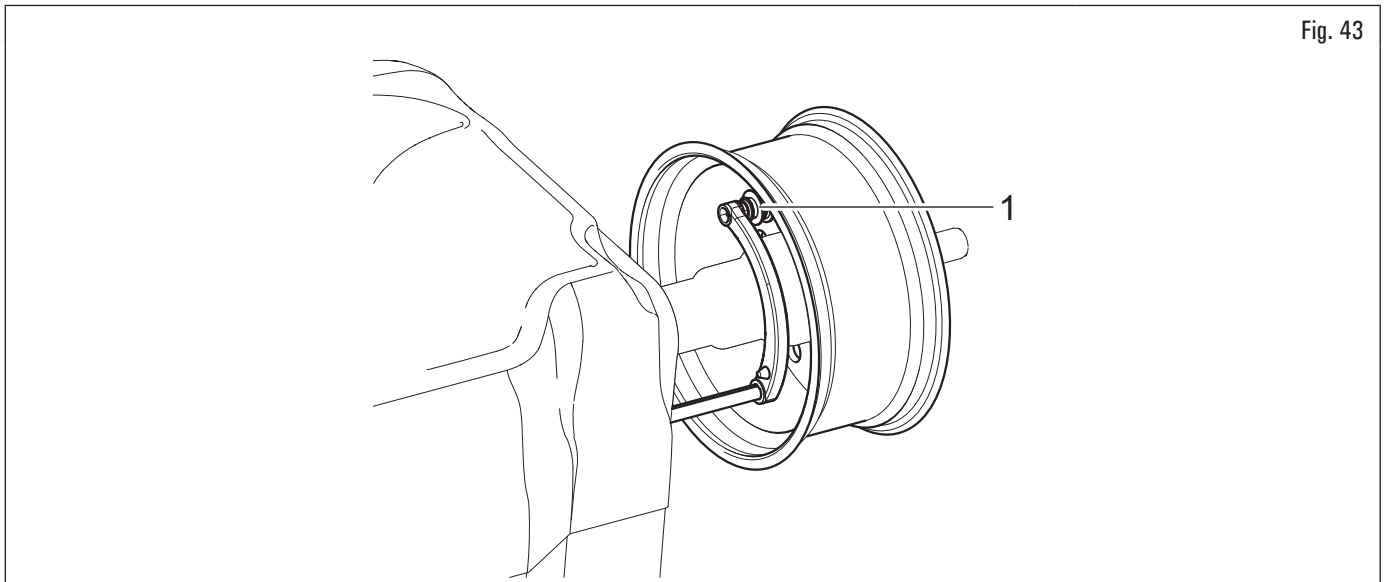

Fig. 43
2. posizionare la pinza del calibro distanza-diametro (Fig. 43 rif. 1) a contatto con il cerchio.